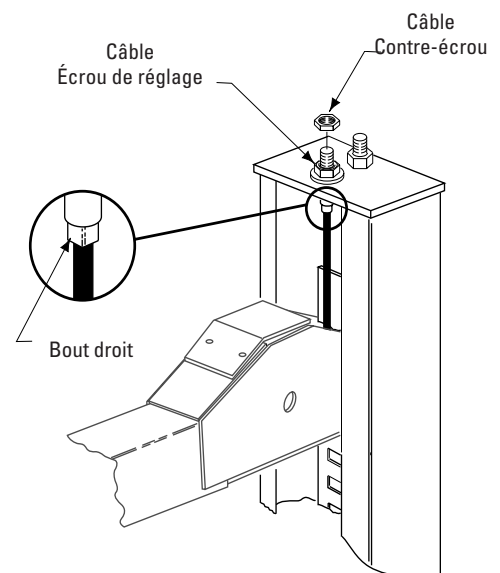

Fig. 27
- À partir de la colonne avant droite : utiliser une règle rectifiée pour marquer la hauteur de l'étrier sur la colonne, Fig. 27.
- Si un dégagement total de 5 cm ne peut être obtenu par le réglage du loquet de la barre de verrouillage, régler la tige du câble. Desserrer le contre-écrou du câble, Fig. 27, et tourner l'écrou de réglage pour monter le loquet